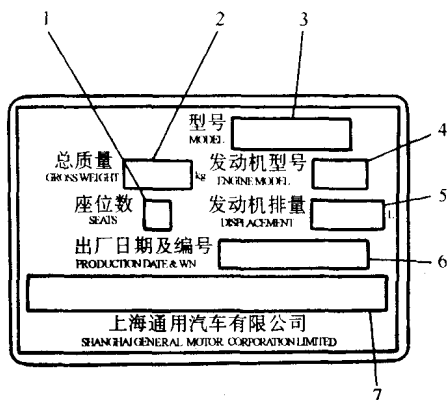

图 2-2 车辆识别标牌
(2) 车辆识别标牌 车辆识别标牌是车辆法定标识物，本车的车辆识别标牌装在两个位置上，一个位于仪表盘左上角，从车外通过风窗玻璃可以看到；另一个位于散热器支架上，其车辆识别标牌如图 2-2 所示。